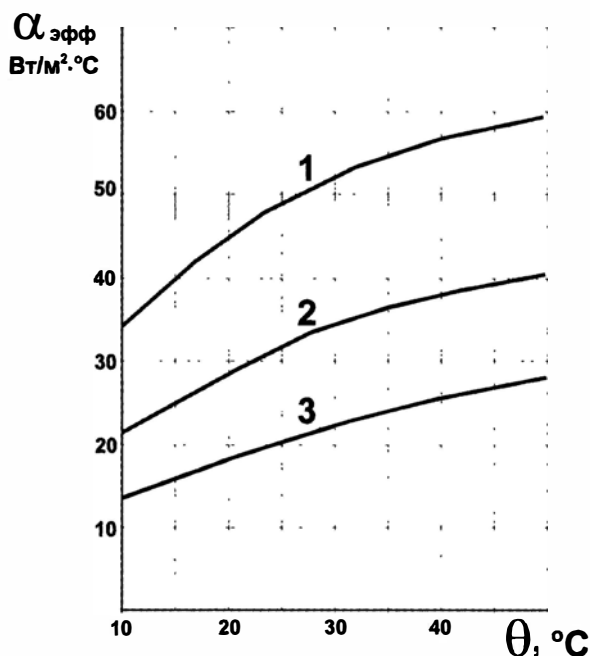

Рис. 9.15. Эффективный коэффициент теплоотдачи ребристого радиатора в условиях свободной конвекции при различной длине ребра:
□ $\alpha_{\text{эфф}}$ — эффективный коэффициент теплоотдачи, $\text{Вт/м}^2 \cdot ^\circ\text{C}$ (см. график на рис. 9.15);
Итак, приступим: сначала зададимся желательным перегревом поверхности, выбрав не слишком большую величину, равную 30 °C. Грубо говоря, можно считать, что при температуре окружающей среды 30 °C, температура поверхности радиатора составит 60 °C. Если учесть, что разница между температурой радиатора и температурой кристалла транзистора или микросхемы при хорошем тепловом контакте (о котором далее) может составить примерно 5 °C, то это приемлемо для практически всех полупроводниковых приборов. Высота ребер h у нас составляет 30 мм, поэтому смотрим на верхнюю кривую из графика на рис. 9.15, откуда узнаем, что величина коэффициента теплоотдачи составит примерно 50 Вт/м²·°C. После вычислений получим, что $W = 22$ Вт. По простейшему правилу ранее мы получили 14,5 Вт, а сейчас, проведя более точные расчеты, мы можем несколько уменьшить площадь, тем самым сэкономив место в корпусе. Однако повторим, если место нас не жмет, то лучше всегда иметь запас.